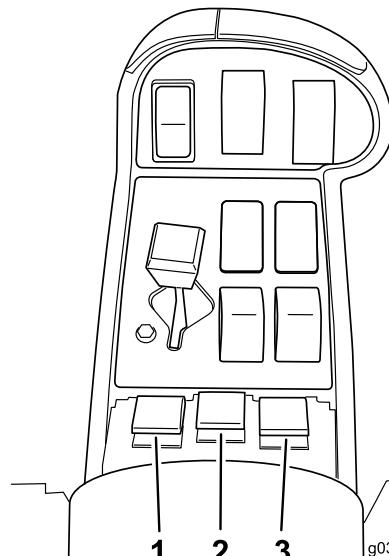

图13
10. 将分段开关(位于座椅中间)移至ON(开启)位置(图13)。